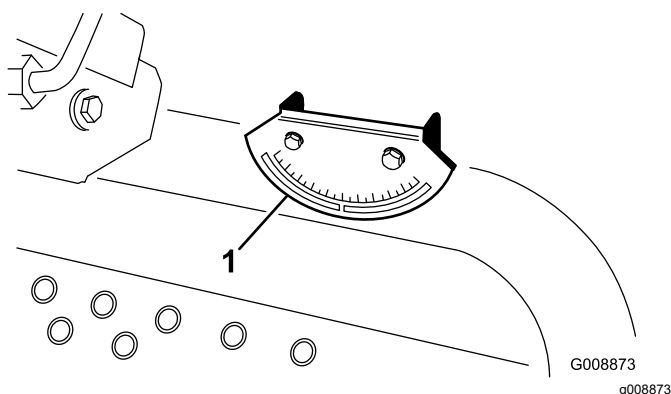

図 6
2. 機体のクロスビーム燃料タンク脇に携帯式の斜面計付属品を置いて、機体が水平になっていることを確認する図 6。このとき、運転席に座った状態で、機体に装着されている傾斜計の読みが 0°であれば問題ない。